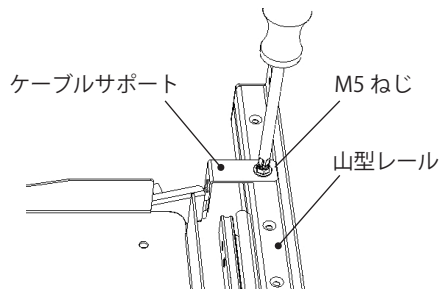

図 1
1. 山型レールに固定されているケーブルサポートの M5 ねじを外してください。(図 1)